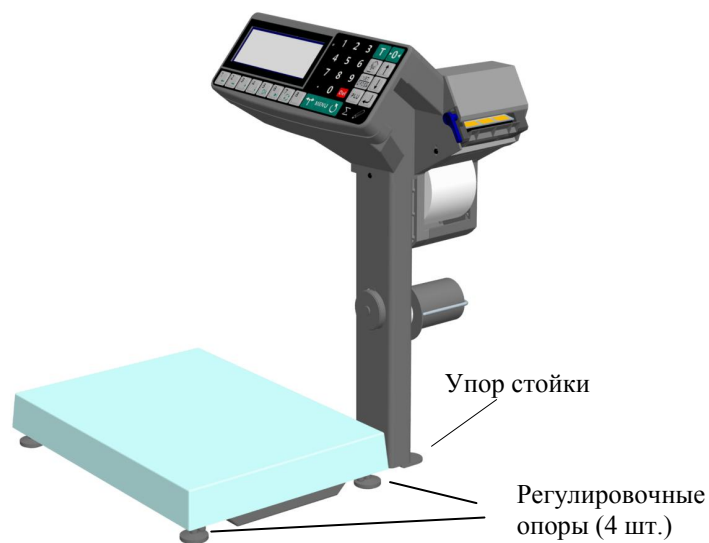

Рис. 4.3 Весы в сборе
4.4 Установить весы на твердой ровной поверхности (столе) неподверженном вибрациям. Вернуть в основание платформы регулировочные опоры так, чтобы упор стойки (см. Рис. 4.3), служащий для повышения устойчивости весов, касался поверхности стола.